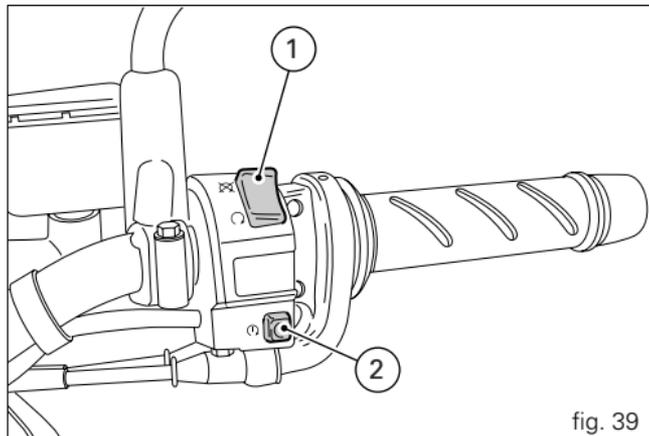

fig. 39
- 2) S'assurer que le commutateur d'arrêt (1, fig. 39) est en position  (**RUN**), puis appuyer sur le bouton de démarrage (2).